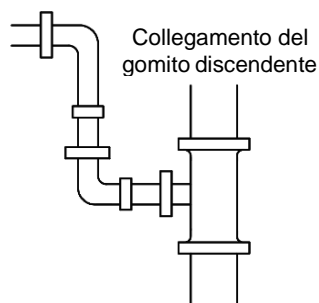

Fig. 4.3.7
② : Collegamento del gomito discendente (Fig. 4.3.7)